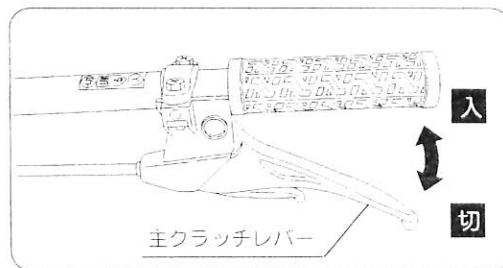

図11
- ② 主クラッチレバーをゆっくり握りますとクラッチが入ります。 (図11)